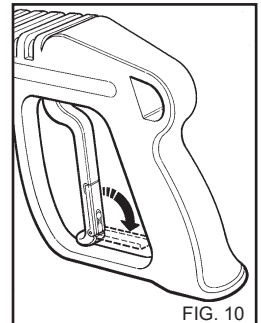

FIG. 10
- Cuando no utilice la hidrolimpiadora, cierre el dispositivo de seguridad de la empuñadura (fig. 10).